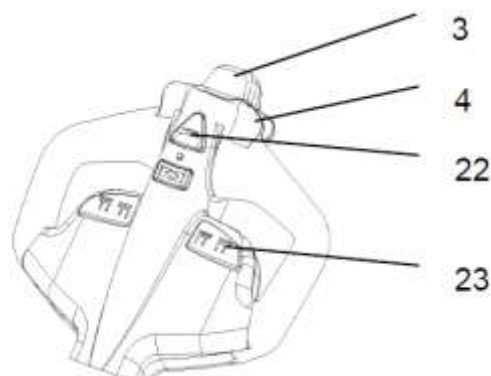
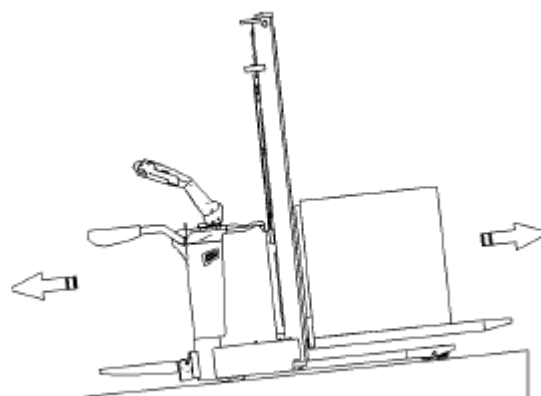

Fig. 8 Timona
Fig. 11 Deplasare pe panta
Dupa ce s-a pornit stivuitorul, intorcand cheia (8), se va muta timona in zona de operare („F”, fig.11)
Se va roti butonul de accelerare in directia dorita, Fw – pentru fata, Bw – pentru spate ( fig.11)
Dupa ce s-a pornit utilajul bagand cheia in contact si rascucind pe pozitia ON (fig.8) si eventual tragand cu atentie de butonul de urgenta, se va muta timona in zona de operare (F , fig.11)
Se va rasuci butonul de accelerare in directia dorita „Fw” in fata sau „Bw” in spate (fig.11). Se va controla viteza de deplasare miscand cu grija butonul de acceleratie (13) pana se ajunge la viteza dorita.